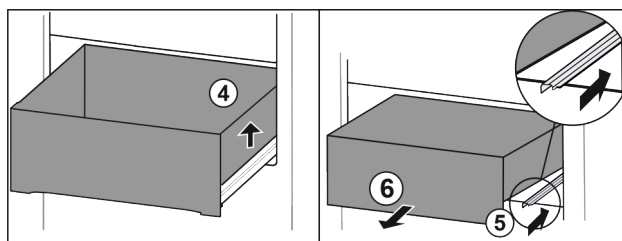

Fig. 63
► Nadvihnite zásuvku doprava. Fig. 63 (4)
► Zasuňte pravú koľajničku. Fig. 63 (5)
► Odoberte zásuvku dopredu. Fig. 63 (6)